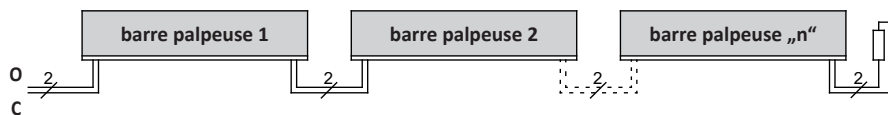

Figure 2 : Câblage de plusieurs barres palpeuses
7.2 Raccordement de plusieurs barres palpeuses par circuit de signal (figure 2)
Un ou plusieurs barres palpeuses peuvent être raccordés sur l'entrée d'émetteur de signaux **O** ou **C**. Pour cela, les barres palpeuses individuels sont montés en série comme illustré (figure 2).